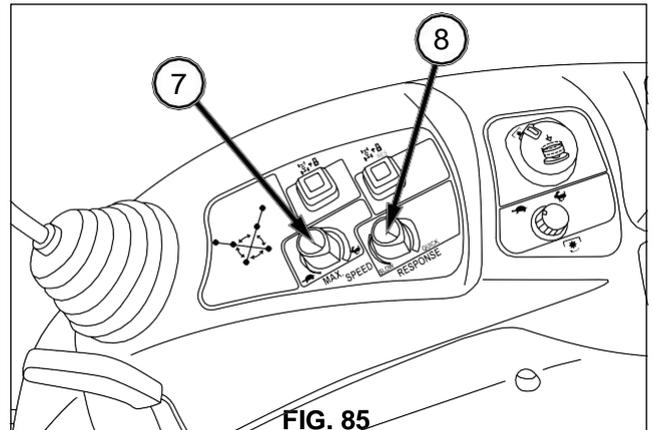

FIG. 85
FIG. 85: Al girar a fondo la rueda de mando de la velocidad (7) en el sentido de las agujas del reloj, la velocidad máxima del tractor se establece en su nivel más alto cuando el pedal HST se pisa a fondo.